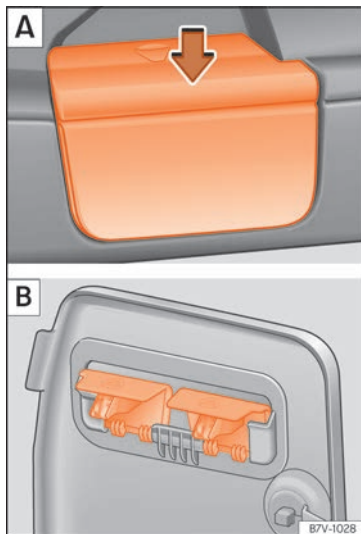

Fig. 142 Retirez les supports de la plage arrière A et rangez-les dans un endroit sûr B.
- Retirez la plage arrière du support des revêtements latéraux » **fig. 142 A**. Tirez pour cela sur la plage arrière vers le haut (flèche) et retirez-la.
- Ouvrez le compartiment du revêtement latéral gauche arrière du coffre à bagages » **page 168** et accrochez la plage arrière à la partie arrière du cache du compartiment » **fig. 142 B**.